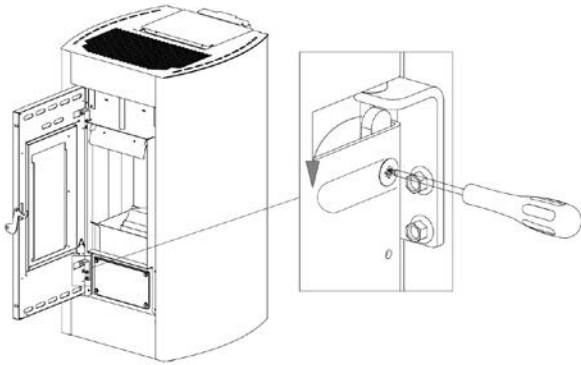

Fig. 19 - Verwijdering van de schroeven
- Met behulp van een schroevendraaier de hendel in de richting van de pijl draaien (zie **Fig. 19**).